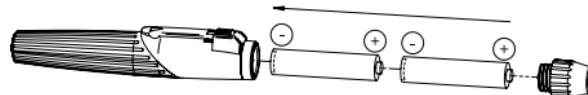

Fig. 3
Desenrosque le cabezal (3) y sacúdala para que salgan las pilas usadas. Introduzca las nuevas pilas con el contacto positivo mirando hacia el cabezal del mango (Fig. 3).